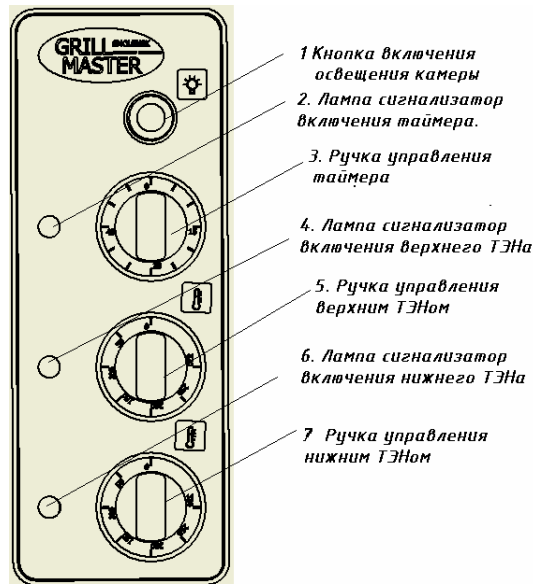

Рисунок 3
правой стороны расположена панель управления (рис.3), где расположены ручки управления верхним и нижним ТЭНом, ручка управления таймером, сигнальные лампы, кнопка освещения камеры.
8.6. Перед приготовлением пищи духовку необходимо прогреть. Для этого ручку терморегулятора установить на температуру 150-180°C. Включение верхних и нижних нагревателей духовой камеры производится двумя соответствующими ручками (см.рис.3,4) расположенными на панели управления духовкой. По достижении установленной температуры терморегулятор отключает нагреватели, о чем свидетельствует первое отключение сигнальной лампы. При приготовлении пищи необходимо уточнить рекомендуемую температуру и при последующем приготовлении терморегулятор можно установить на более высокую или низкую температуру, если качество первой было неудовлетворительным.
8.7. При выпечке для удобства можно использовать таймер. Для включения таймера нужно повернуть ручку управления таймера поз.3 рис.3 или поз. 4 рис.4 по часовой стрелке до нужного времени выпечки, при этом загорится лампа сигнализатор включения таймера поз.2 рис.3 или поз.3 рис.4, по истечении установленного времени раздастся звонок. Лампа сигнализатор погаснет, ТЭНы при этом останутся включенными.